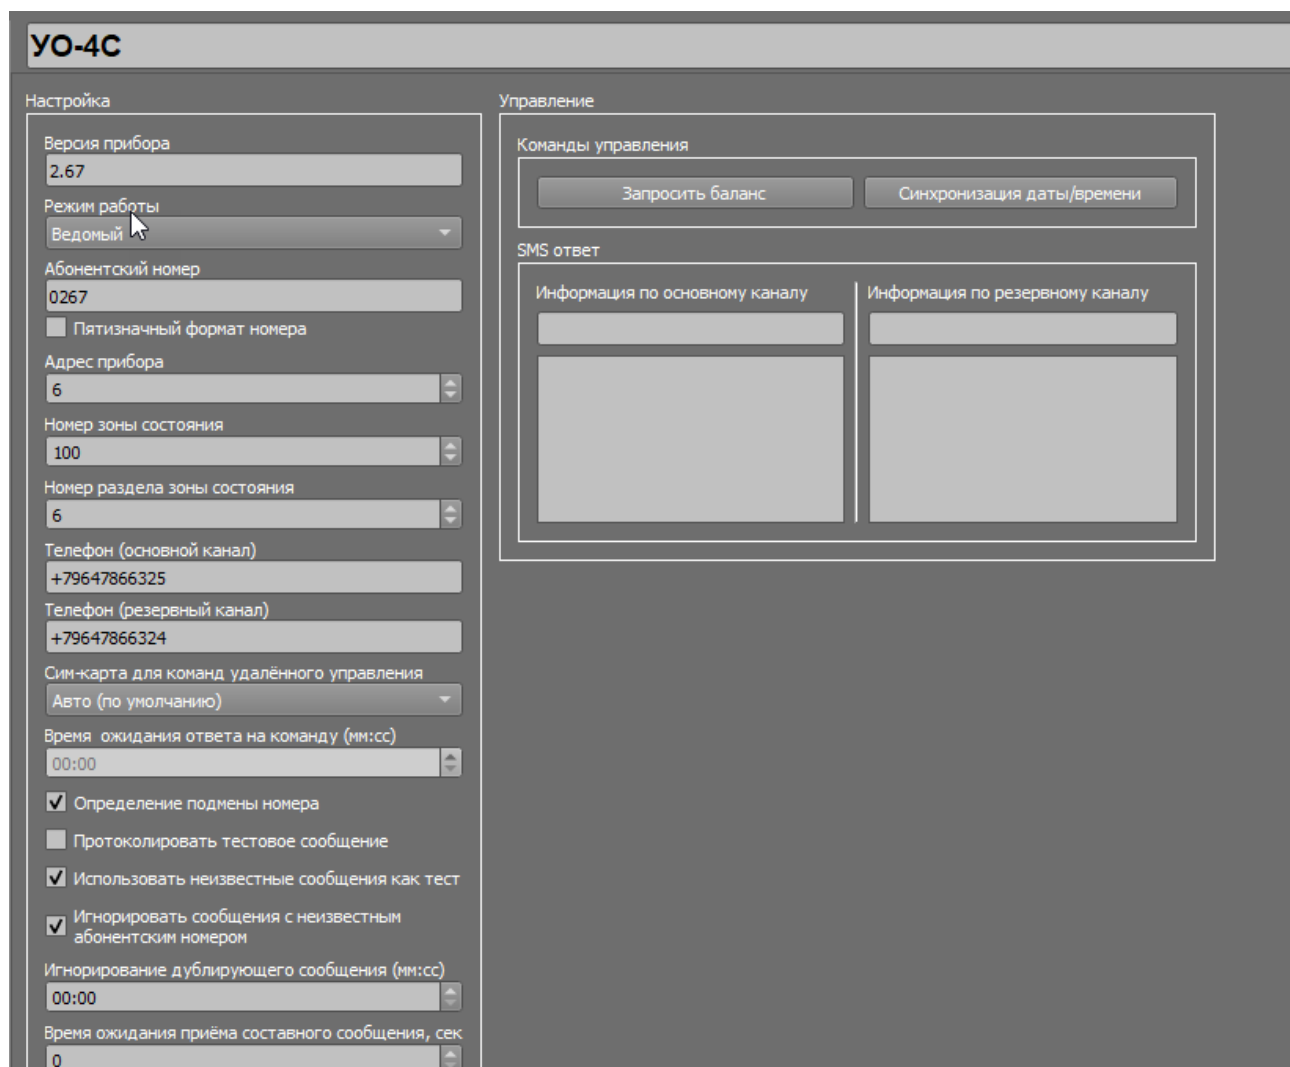

Рисунок 2-16. Свойства прибора «УО-4С»
3. После создания «УО-4С» заполните поля свойств в разделе «Настройка» (Рисунок 2-16) в соответствии с конфигурацией «УО-4С» в программе «Uprog.exe»: